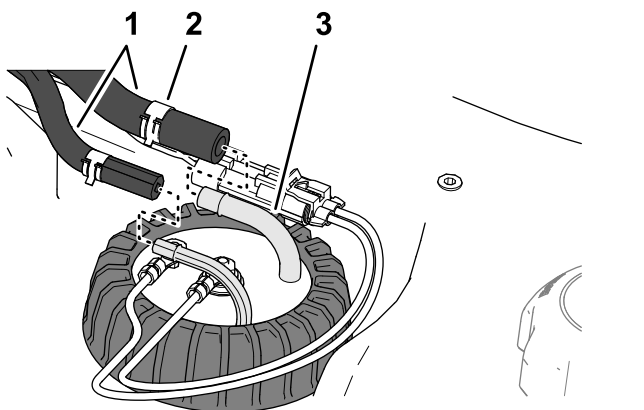

Figura 124
5. Montai furtunul pe fittingurile transmiătorului pentru combustibil i fixai furtunurile de fittinguri cu ajutorul clemelor (Figura 124).